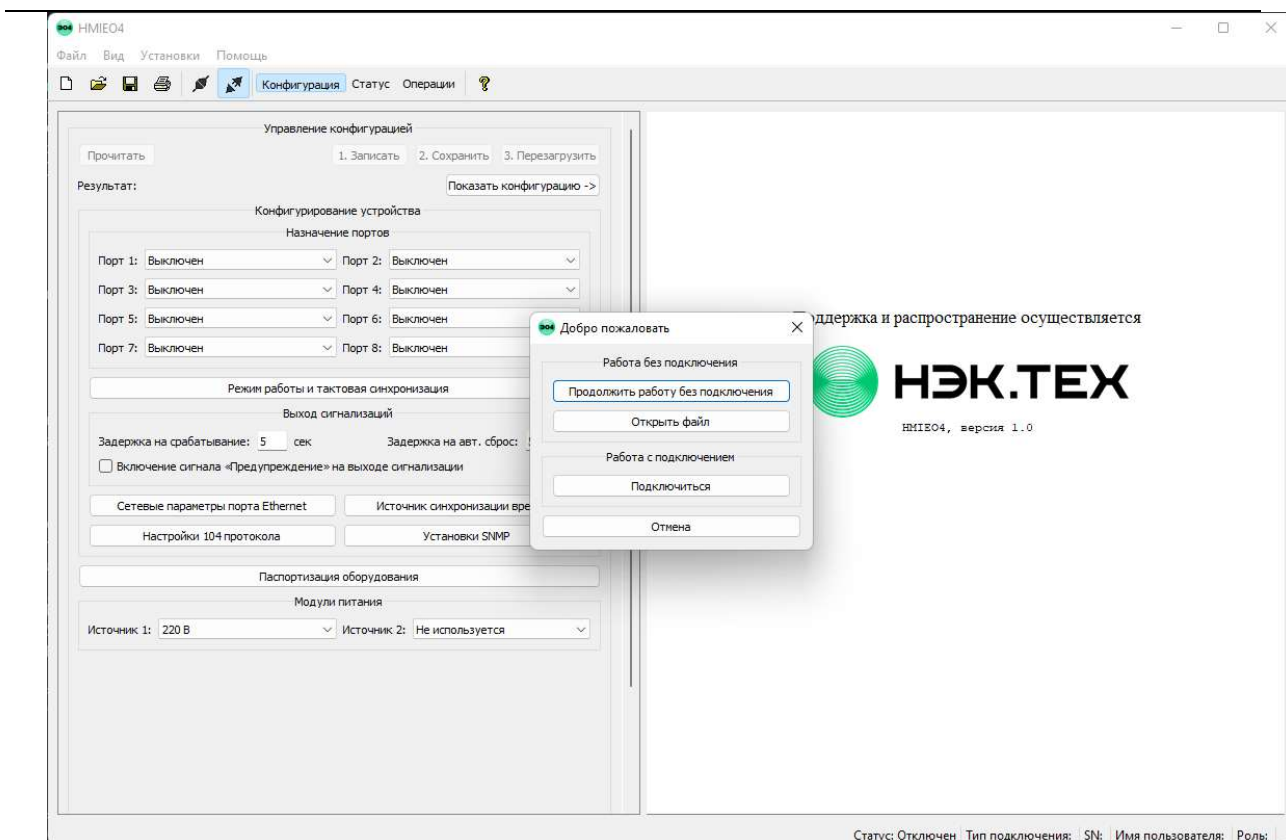

Рис. 2 Диалоговое окно «Добро пожаловать»
После запуска приложения откроется окно, изображённое на Рис. 2.
- В стартовом диалоговом окне «Добро пожаловать» (Рис. 2), выберите режим работы с ЭО4 «Продолжить работу без подключения». Окно «Добро пожаловать» закроется, и вы окажетесь на странице вида «Конфигурация».